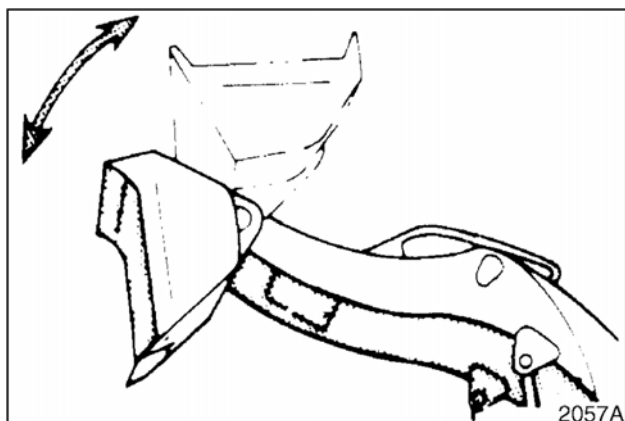
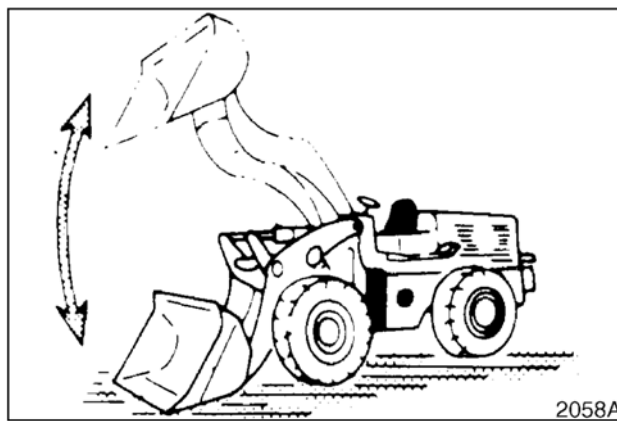

Рис. 86
Рис. 87
7. Запустить двигатель и с помощью рычагов управления поднять и опустить ковш несколько раз. См. рис. 86. Поднять и опустить несколько раз стрелу. См. рис. 87. Πύοπòèüü êîîâø ìà äðòîò.